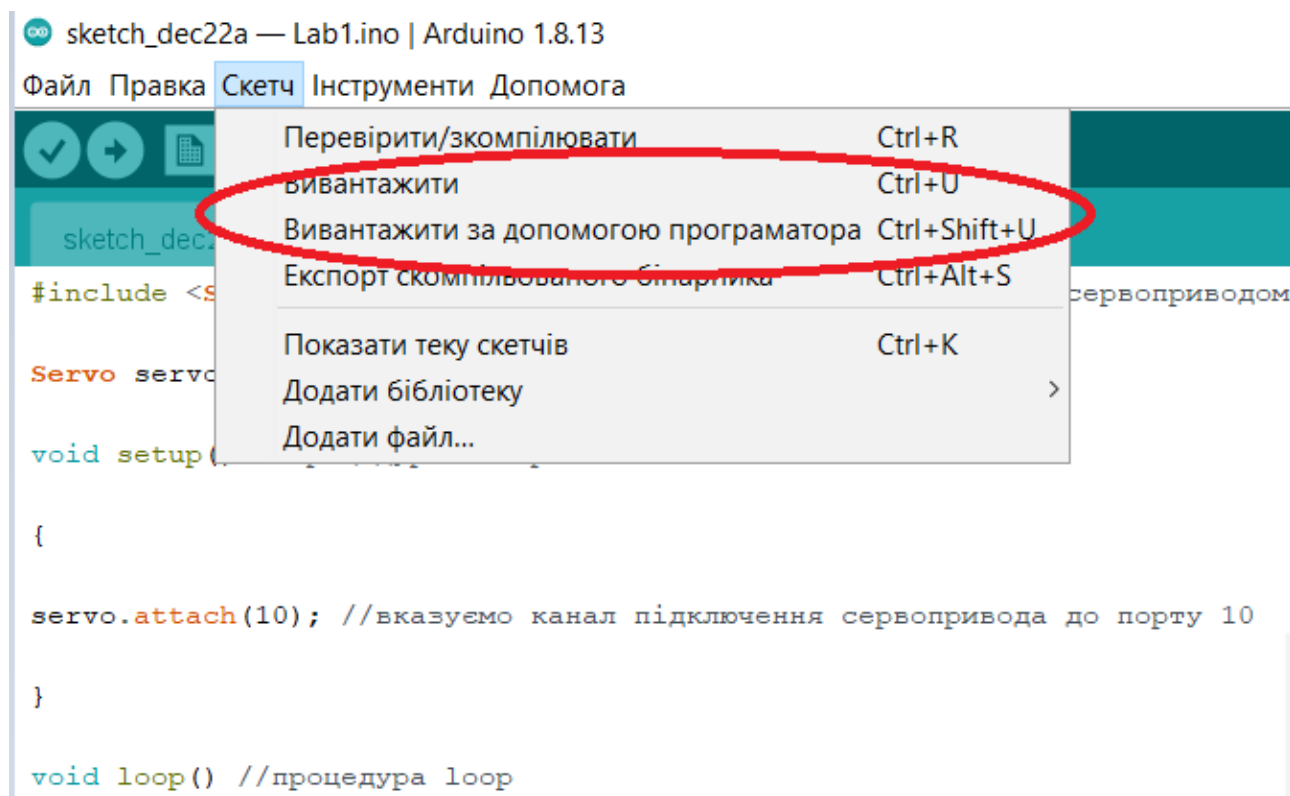

Рис.3.27 – Завантаження програмного коду з Arduino IDE до плати керування.
5. Завантажити розроблений програмний код до плати керування з середовища Arduino IDE (рис.3.27)